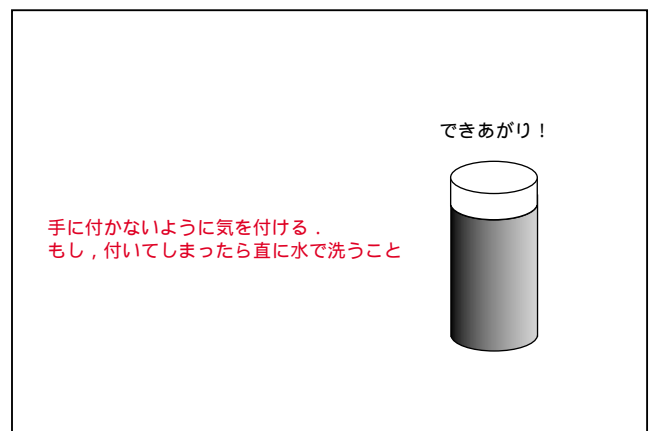

図 8
- (5) サンプル管の内側に銀がコーティングされたら、中の液を捨てて軽く洗う。廃液は新聞紙等に染込ませ、燃えるごみとして捨てる（図8）。